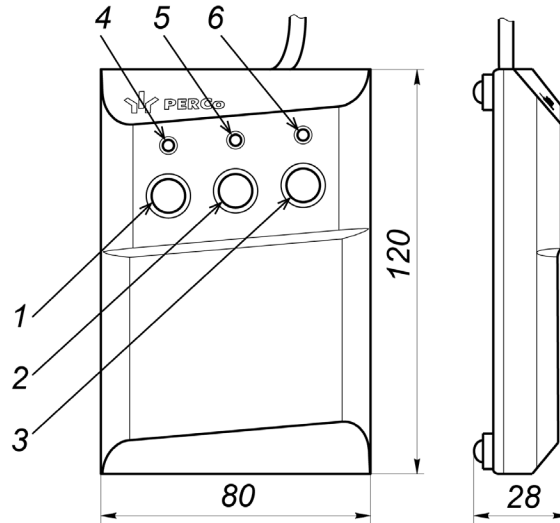

Рисунок 5. Общий вид и габаритные размеры ПДУ
ПДУ (9) выполнен в виде небольшого настольного прибора в корпусе из ударопрочного АБС пластика и предназначен для задания и индикации режимов работы при ручном управлении ЭП. Внешний вид и габаритные размеры ПДУ показаны на рис. 5.